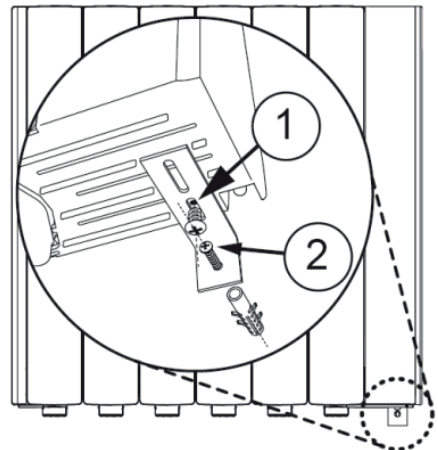

Fig. 5
- Pour éviter que le radiateur ne se détache du mur par le bas, un support est fourni avec deux vis et une cheville (**Fig. 5**). Fixez le support métallique à la base du radiateur à l'aide de la vis 1 (**Fig. 5-1**) et marquez sur le mur l'endroit où la cheville doit être fixée. Percez un trou de Ø 6 mm et insérez la cheville, puis fixez le support et l'ensemble du radiateur au mur à l'aide de la vis 2 (**Fig. 5-2**).